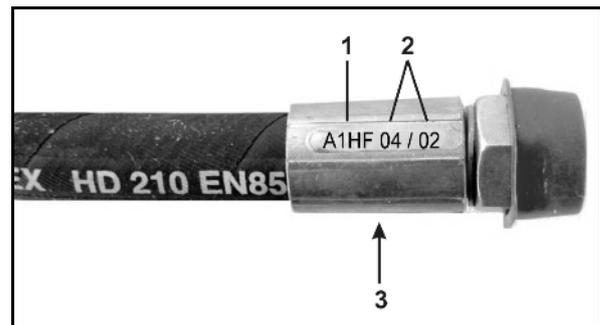

Fig. 96
2. Desenroscar la tapa del imán (Fig. 96/1)
3. Retirar la bobina magnética (Fig. 96/2)
4. Extraer la barra de válvula (Fig. 96/3) con los soportes de válvula y limpiarla con aire a presión o aceite hidráulico.